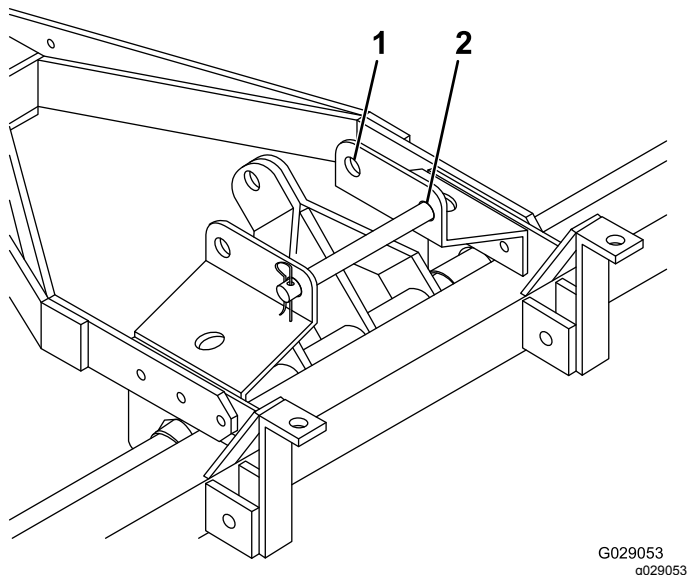

Figura 10
1. Mova o pino de segurança para a posição traseira (arejamento) (Figura 10).
6. Ao transportar o modelo 44856, coloque o pino de segurança no furo frontal (Figura 10).